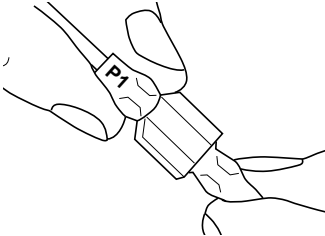

Figura 6 - Conexión de cables P1
6. Insertar el puerto hembra, que está en el cable de suministro de energía blanco (marcado con P1), en el puerto macho correspondiente (marcado con P1), (consulte la Figura 6).